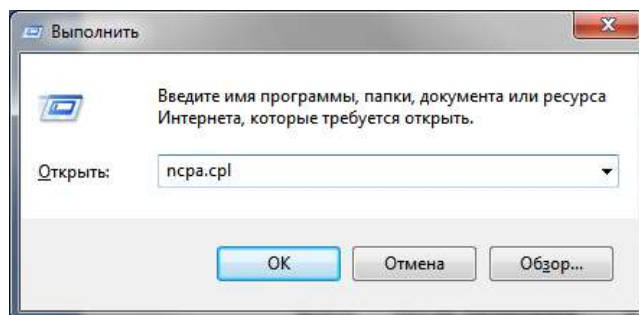

Рисунок 5.5 – Диалог «Запуск программы»
- 2) в появившемся диалоге «Запуск программы» набрать «*ncpa.cpl*» (рисунок 5.5), нажать «ОК»;